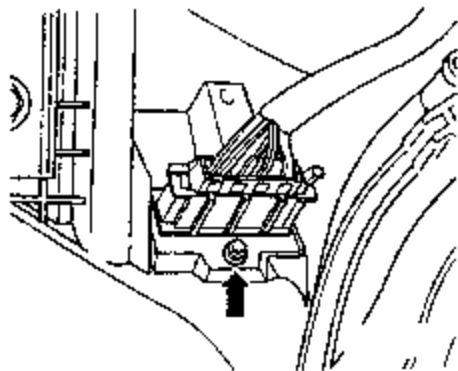

图 13-16 更换附加电阻
(1) 更换附加电阻 N24。如图 13-16 所示。拆卸副驾驶员侧杂物盒，拔出插接器，并将箭头所指螺栓拧出。附加电阻 1 和空气通道之间的接触面在安装前用 AMV 176 000 05 进行密封。